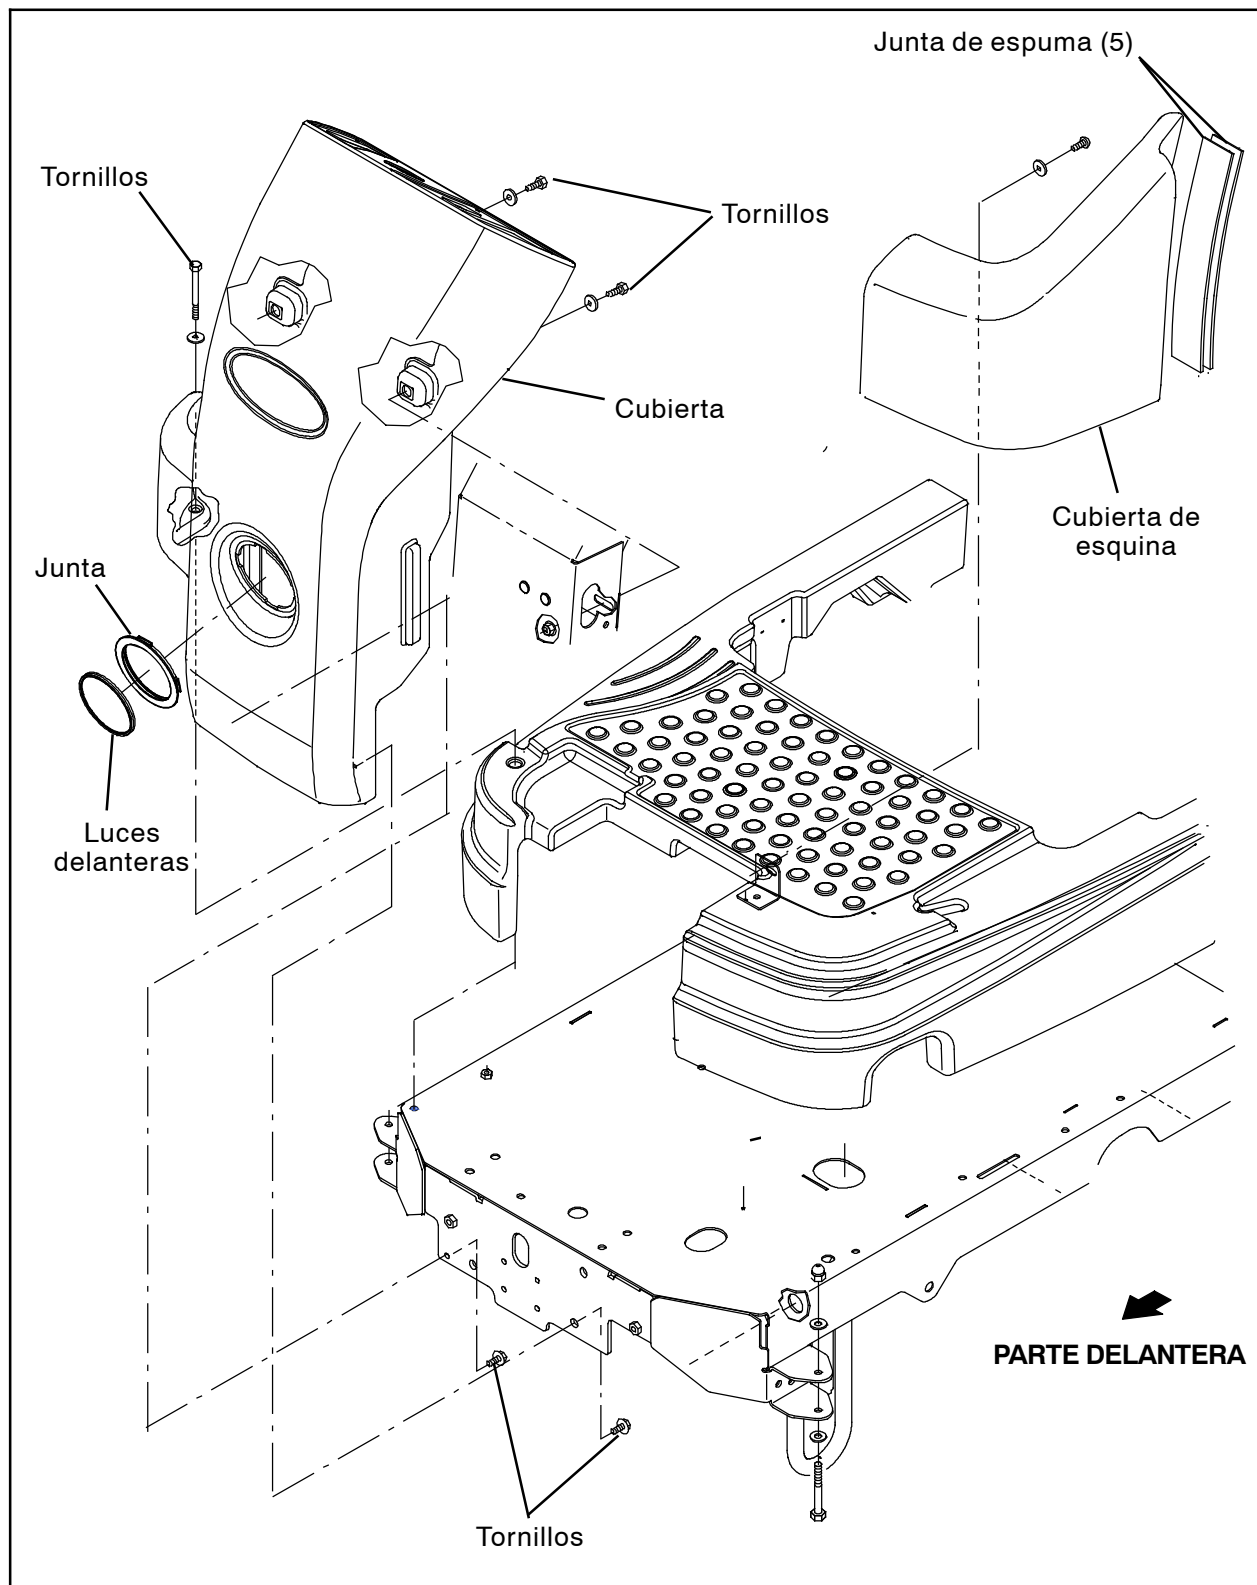

FIG. 55
38. Limpie la junta de espuma de la cubierta de esquina y el depósito de solución. (Fig. 55)
39. Instale las nuevas juntas de espuma (5) en la cubierta de esquina y el depósito de solución donde se ubicaba la antigua junta de espuma. (Fig. 55)
40. Vuelva a instalar la cubierta de esquina. (Fig. 55)